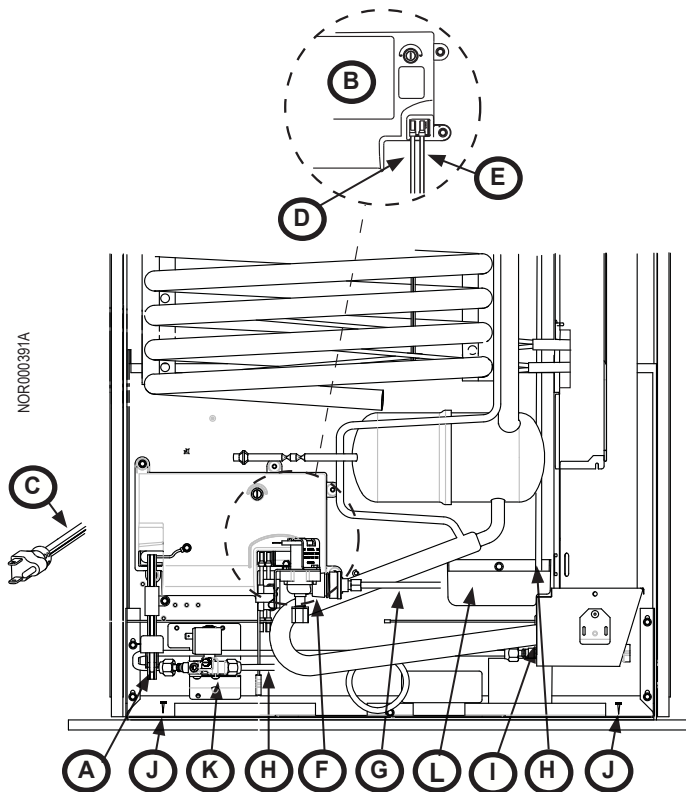

Fig. 1: Vista del refrigerador a través de la toma de aire
3. Desenchufe el cable eléctrico de 120 V CA (fig. 1, A) tanto del enchufe del vehículo de recreo COMO TAMBIÉN del tablero eléctrico (fig. 1, B).
4. Si el aparato está equipado con una máquina de hielo, desconecte el cable eléctrico blanco de la misma (fig. 1, C).
5. Desconecte el cable de entrada de +12 V CC del VR (fig. 1, D) del terminal de 12 V CC del tablero eléctrico (fig. 1, E).
6. Desconecte el cable de tierra de 12 V CC del VR (fig. 1, E) del terminal de tierra del tablero eléctrico.
3. Desconecte la tubería de agua entrante (fig. 1, G) en la válvula de agua del refrigerador (fig. 1, F).
2. Con dos llaves inglesas, desconecte la manguera de suministro de propano (fig. 1, H) del quemador (fig. 1, I).
1. Saque los tornillos (2x) (fig. 1, J) de las bridas de montaje en la parte trasera del refrigerador.